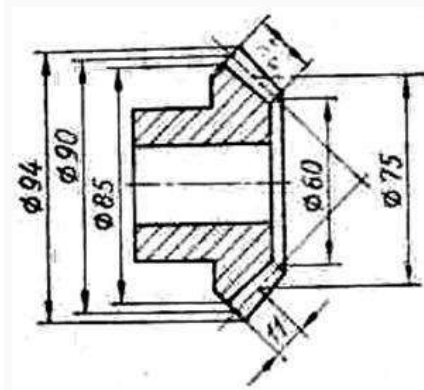

Рис. 9.
3.82. На рис. 9 изображена шестерня прямозубая коническая с числом зубьев $Z=30$. Чему равен ее модуль?